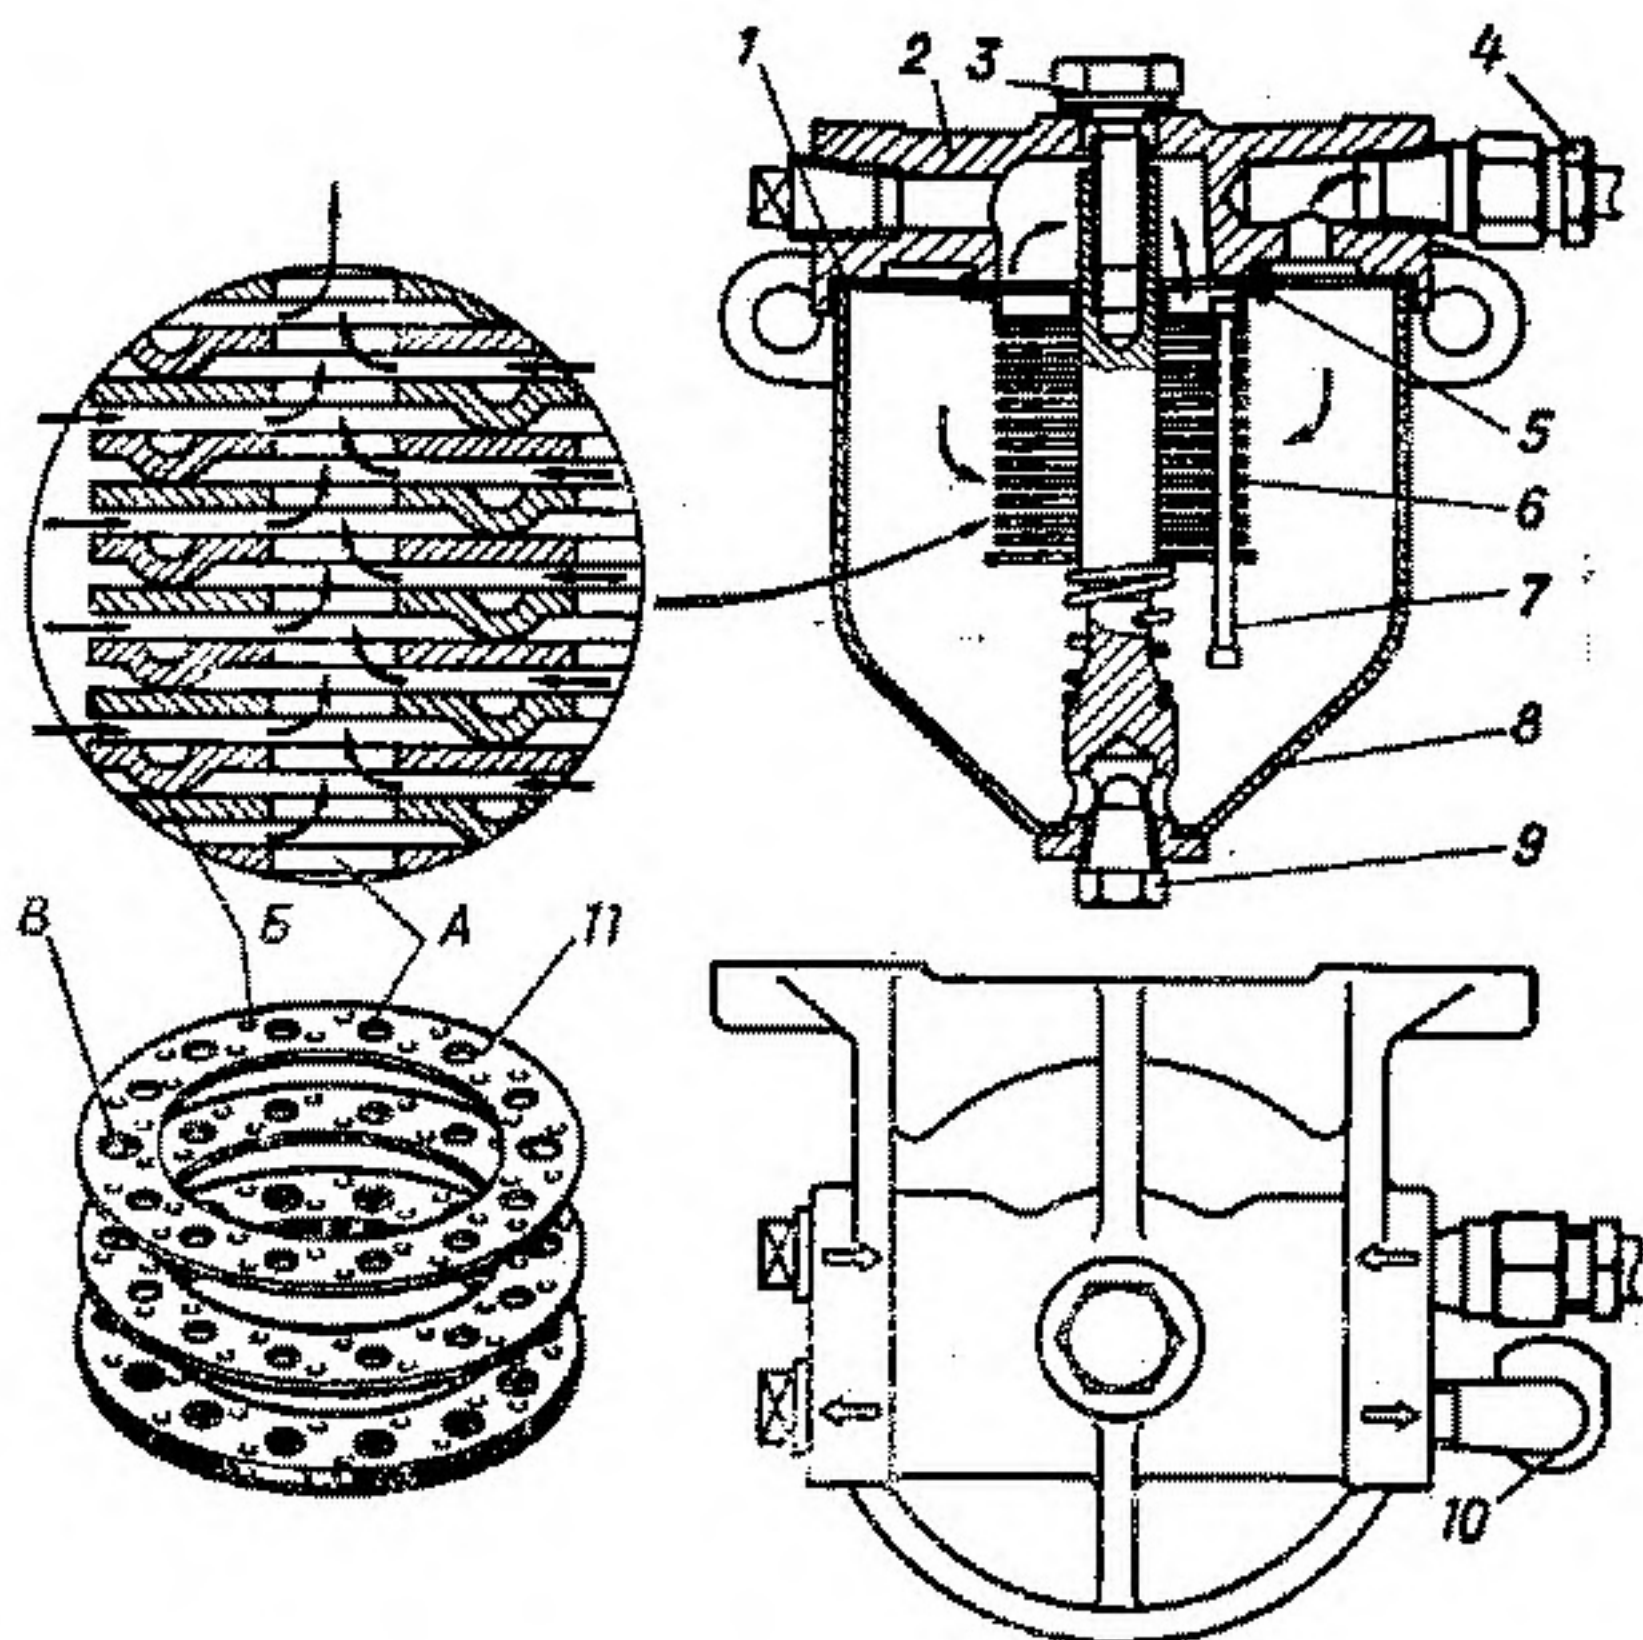

Рис. 11. Бензиновый фильтр-отстойник:
47. Снять и промыть корпус 8 (рис. 11) бензинового фильтра-отстойника